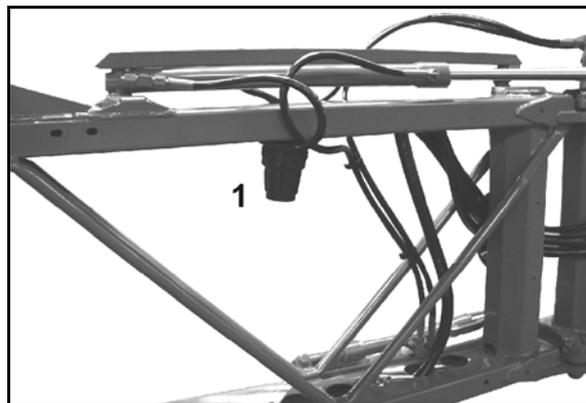

Рис. 188
- Очищайте линейный фильтр (Рис. 188/1) каждые 3-4 месяца в зависимости от условий эксплуатации.